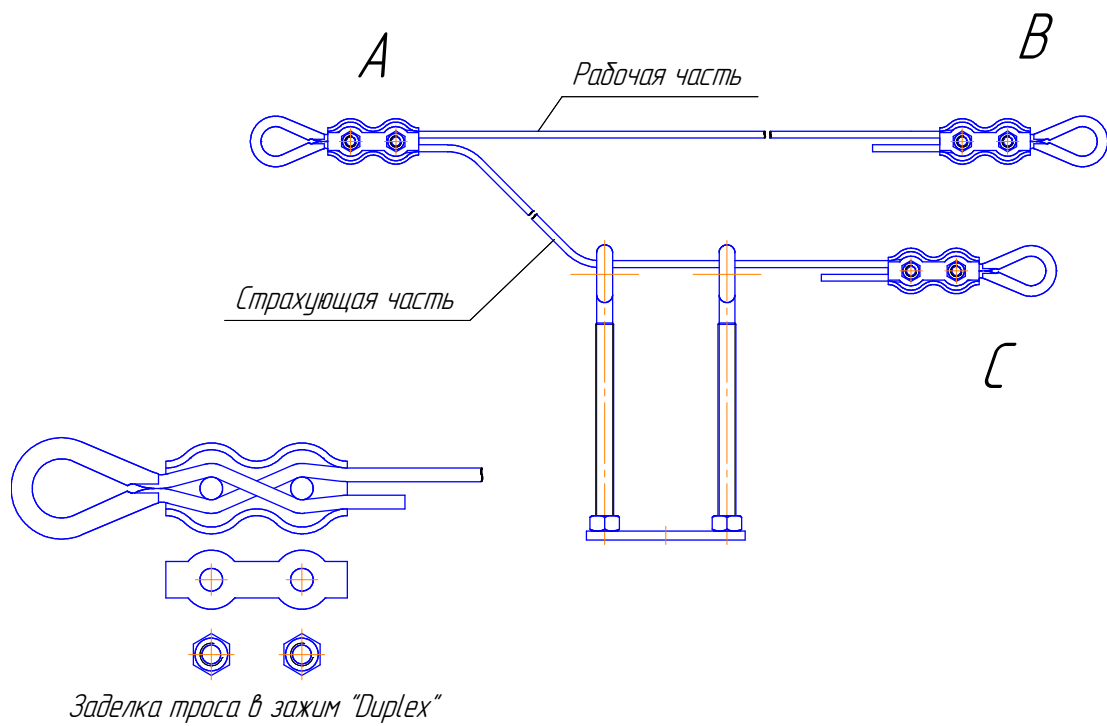

Рис.2
5.2. Установить коуши и зажимы «Duplex», на концы В и С троса, как показано на Рис.2.
5.5. Установить коуш и зажим в точке А (см. Рис.2) троса. Положение коуша А определяет длины рабочей и страховочной ветвей троса. Длина и расположение рабочей части троса должны быть таковы, чтобы в рабочем режиме конвейерная лента с грузом не касалась троса, а при аварии (продольном разрыве) край разрыва ленты, выпирающий металлокорд или сыпавшийся груз оказывали воздействие на трос, создавая его избыточное натяжение, и приводя к выдёргиванию конуса поз.4 из цанги поз.2.